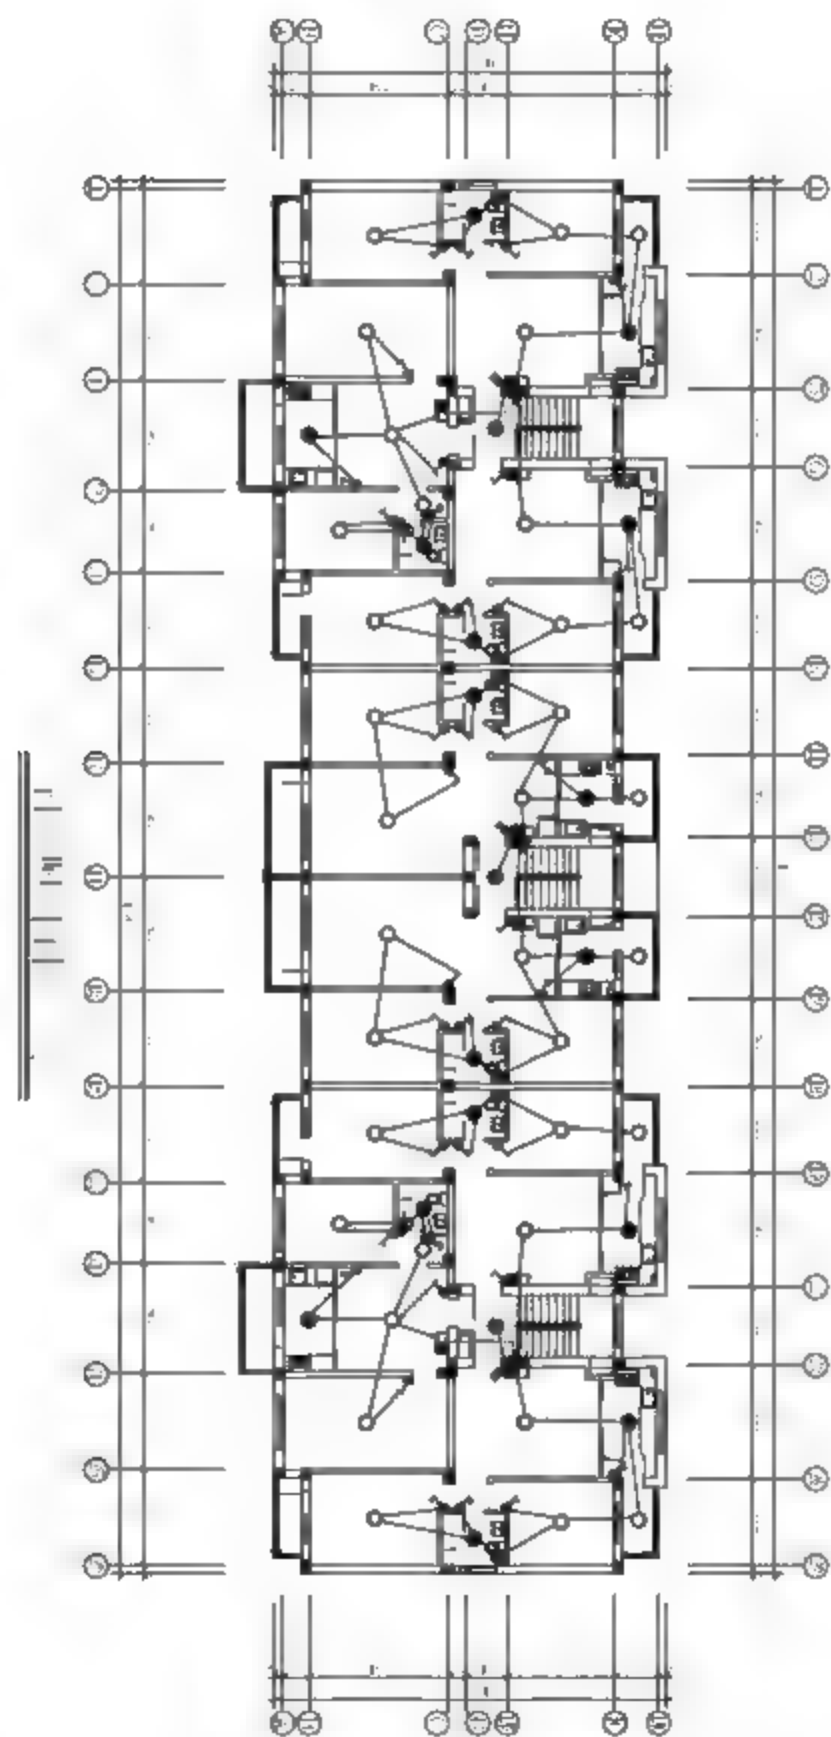

图12-12 标注结果
**11** 调用MT【多行文字】命令，分别绘制图名标注与比例标注，结果如图12-12所示。